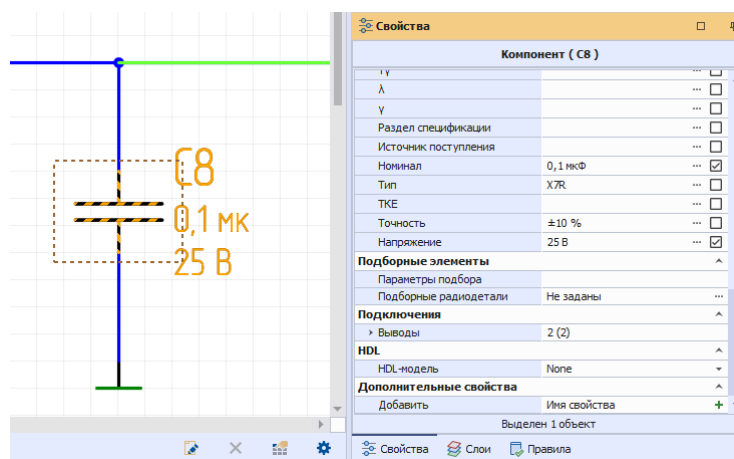

Рис. 83 Отображение категории «Подборные элементы» в свойствах
Для радиодеталей, относящихся к семействам: конденсаторы (C), дроссели (L) и резисторы (R), доступна дополнительная категория свойств - «Подборные элементы», см. Рис. 83.